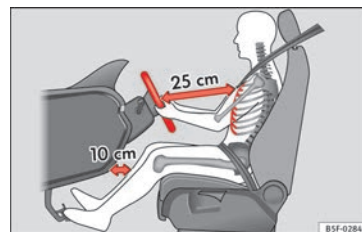

Fig. 74 Distancia correcta entre el conductor y el volante.
- Ajuste el volante de modo que quede una distancia mínima de 25 cm entre el volante y el tórax » fig. 74.
- Coloque el asiento del conductor de forma que quede una distancia mínima de 25 cm entre el tórax y el centro del volante » fig. 74. Si la distancia es inferior a los 25 cm, el sistema de airbags puede no protegerle correctamente.